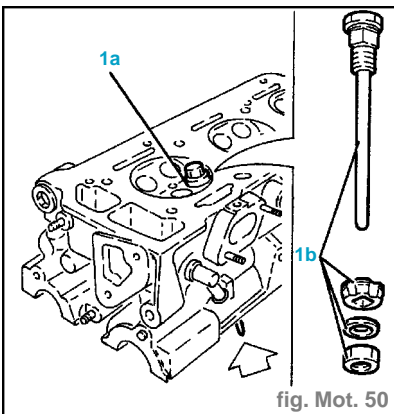

fig. Mot. 50
- Fixer sur le siège de la soupape (1a) l'outil de dépose approprié (1b) (fig. Mot. 50).